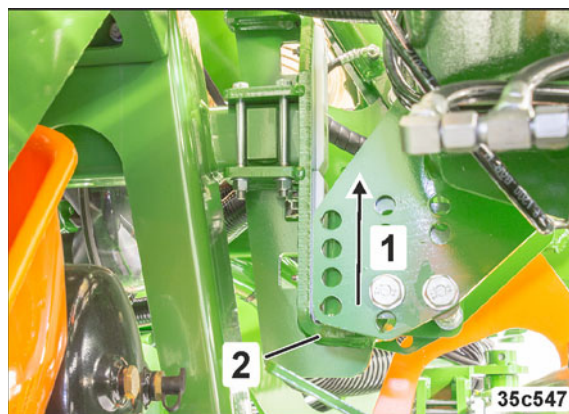

Fig. 227
6. Maskinens udligggerarme (Fig. 227/1) løftes fra transportlåsen (Fig. 227/2).
- 9.1 Aktivér traktorstyreenheden *gul* ved at bekræfte i AMATRON 3, at maskinens udliggere er frigjort fra transportlåseanordningen (se Fig. 227).